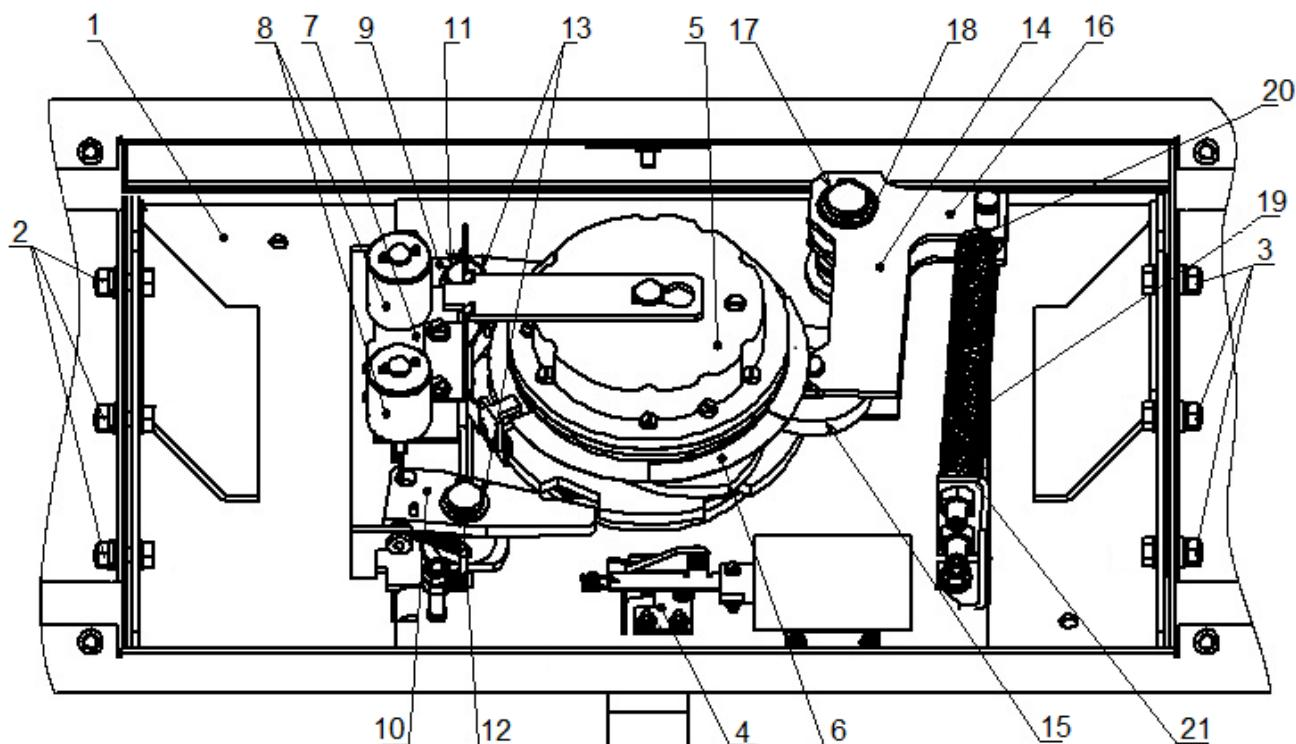

Рисунок 24. Узел вращения преграждающих планок турникета.
- Снимите основную крышку (2) турникета в порядке, указанном в разд. 6, и положите ее на ровную устойчивую поверхность.
- Осмотрите узел вращения преграждающих планок турникета (см. рис. 24): устройство доворота (толкатель, пружины и ролик), оптические датчики поворота преграждающих планок и демпфирующее устройство.
- Удалите чистой ветошью, смоченной спирто-бензиновой смесью, возможное загрязнение с поверхности кольца контрольного (6, рис. 24), находящегося в зазоре оптических датчиков поворота преграждающих планок.
- смазкой **Chain and Rope Lube Spray - WEICON** оси вращения рычага толкателя (17, рис. 24) ролика (15, рис. 24) и стопоров (11, 12, рис. 24);
- смазкой **Chain and Rope Lube Spray - WEICON** детали механизма аварийного открытия прохода (4, рис. 24);
- смазкой **ШРУС-4** точки крепления пружин доворота (20, 21, рис. 24).
- Проверьте крепление преграждающих планок (5) в шарнирных узлах турникета и, при необходимости, подтяните крепежные винты.
15. Установите на место основную крышку (2) в порядке, обратном снятию, и зафиксируйте ее ключом.